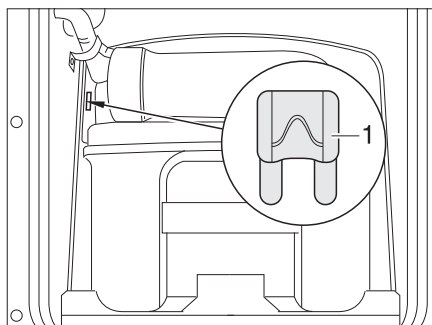
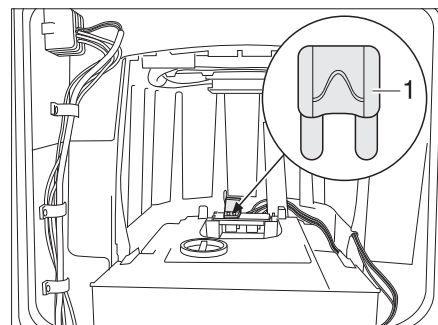

Bild 318 Sicherung der Thetford-Toilette
Bild 319 Sicherung der Thetford-Toilette (Alternative)
- Die Sicherung (Bild 318,1 bzw. Bild 319,1) wechseln.